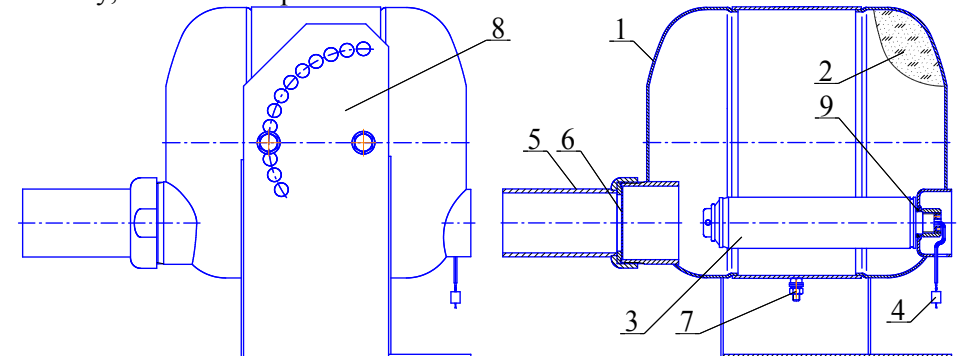

Рисунок 1
А.4.4.2 Закрепить кронштейн **8** (см. рисунок 1) на потолке или на стене. Координаты отверстий в кронштейне приведены на рисунке 2. При креплении МПП на стене необходимо предусмотреть, чтобы расстояние от потолочного перекрытия до теплового сенсора УСПАА-1 соответствовало требованиям раздела 13 СП 5.13130.2009.
4.1.1 МПП (см. рисунок 1) состоит из корпуса **1**, в котором размещаются огнетушащий порошок (ОП) **2** и источник холодного газа (ИХГ) **3** с элементом электропусковым **4**. В передней части корпуса находится насадок-распылитель **5**, входное отверстие которого перекрыто мембраной **6**. Модуль имеет заземляющий зажим **7**. МПП снабжен кронштейном **8**, обеспечивающим поворот модуля на необходимый угол при креплении его к потолку, стене или горизонтальной плоскости.
- резиновое кольцо 020-026-36 ГОСТ 9833-73 (поз. 9 рисунок 1) – 1 шт.;
- огнетушащий порошок ИСТО-1 ТУ 2149-001-54572789-00 (поз. 2 рисунок 1) – 9,5 кг;
- мембрана черт. СИАВ 634233.007.005 (поз. 6 рисунок 1) – 1 шт.
- ИХГ-10(М)-01 СИАВ 066614.025.000 ТУ для МПП нормального исполнения или ИХГ-10(М)-02 СИАВ 066614.025.000 ТУ для МПП специального исполнения (поз.3 рисунок 1) – 1 шт.;
6.2 Закрепить кронштейн 8 (см. рисунок 1) на потолке, стене или иной несущей плоскости, расположенной под любым углом относительно поверхности пола. Координаты отверстий в кронштейне, предназначенном для крепления МПП, приведенные на рисунке 2.